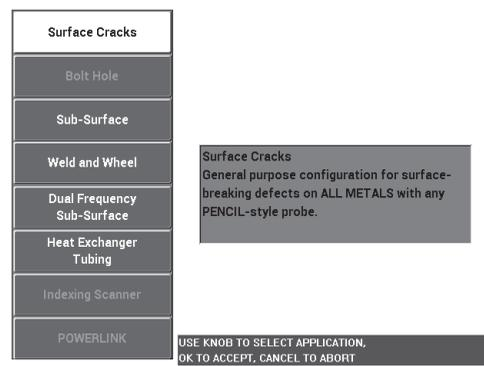

図 5-76 表面欠陥用アプリケーション
2. 設定メニューキー () を一度押し、続いて**アプリ選択** (A キー) を選択してアプリケーション選択メニューを開きます。ノブを回して**表面欠陥**を選択し、 を押してそれを適用します (185 ページの図 5-76 を参照) 。